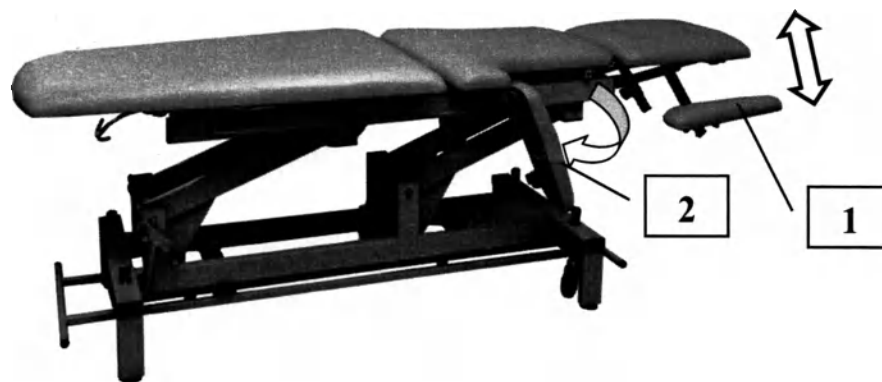

Рисунок 5 – Регулируемые подлокотники и опоры под плечи (как пример изображён стол модификации «СМТ-«Кинезо-Эксперт» - 7/2М»)
5.6 Ложе столов модификаций «СМТ-«Кинезо-Эксперт»-7» и «СМТ-«Кинезо-Эксперт»-7/2М» имеет бесступенчато регулируемые в вертикальной плоскости передние подлокотники (рисунок 5 поз. 1) и опускаемые опоры под плечи (рисунок 5 поз. 2).